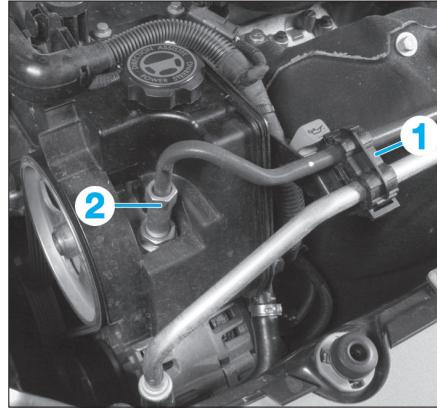
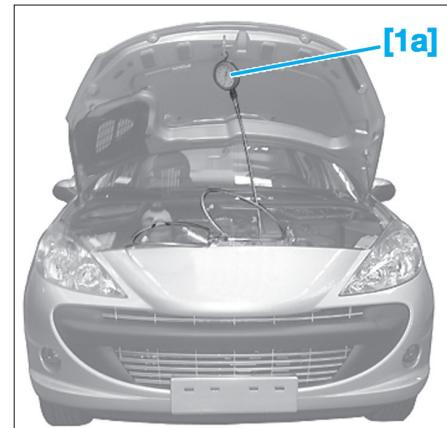

Fig. 24
Fig. 34
- Desserrer le raccord haute pression (1) (Fig.24).
- Dégrafez de la patte de maintien (2) le tuyau hydraulique.
- Ouvrir l'agrafe (1) (Fig.24).
- Desserrer le raccord haute pression (2) de la pompe d'assistance de direction.
- Accrocher l'outil [1a] au capot moteur (Fig.34).